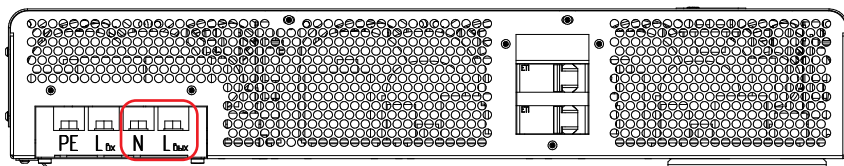

Рисунок 38. Стабилизатор ШТИЛЬ IS12000. Выводы «N-Лвых»
- у моделей IS12000, IS15000 к выводам «N-Lвых» (**рисунок 38 и 39**).